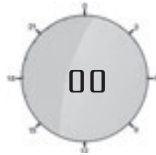

Рисунок 10. Начальная индикация в режиме программирования таймера
Нажмите клавишу меню (1) для возврата в режим программирования таймера, на дисплее появится индикация «00» (рис. 10).